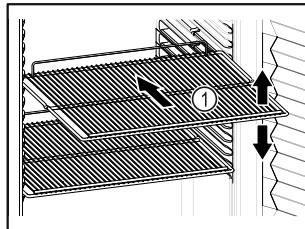

Fig. 60 Приближене відображення
- Якщо решітки для зберігання Fig. 60 (1) знімні, відрегулювати по висоті.